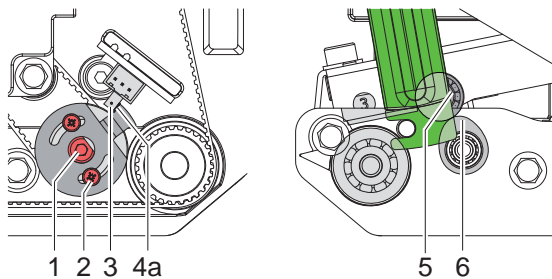
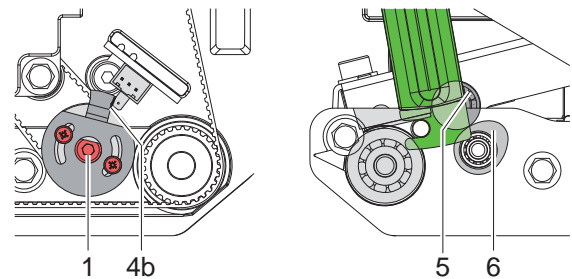

Bild 29 Exzenterstellung im Sparmodus
Bild 30 Exzenterstellung im Druckmodus
4. Schrauben (2) an der Taktscheibe lockern.
5. Exzenterachse (1) so drehen, dass die Exzenter (6) den Druckkopf über die Kugellager (5) maximal anheben ► Bild 29 rechts.
6. Durch Drehen der Taktscheibe einen Spalt von ca. 1 mm zwischen der Flanke (4a) und dem Sensorgehäuse (3) einstellen ► Bild 29 links.
7. Schrauben (2) anziehen.
8. Exzenterachse (1) drehen, bis die Flanke (4b) ca. 1 mm neben dem anderen Rand des Sensorgehäuses steht ► Bild 30 links.
9. Abstand zwischen Kugellager (5) und Exzenter (6) mit 0,1-mm-Abstandslehre (7) prüfen.